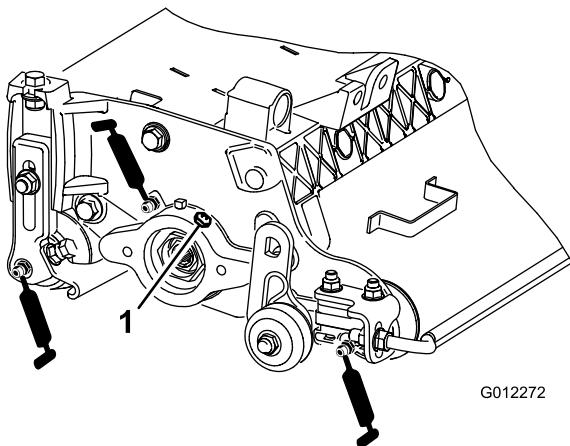

Bild 8
Jeder Vertikutierer hat sechs Schmiernippel (Bild 8), die regelmäßig mit Nr. 2 Allzweckschmierfett auf Lithumbasis eingefettet werden müssen.
2. Tragen Sie Schmiermittel auf, bis sauberes Schmiermittel aus den Dichtungen der Rolle und dem Überdruckventil des Lagers austritt (Bild 8).